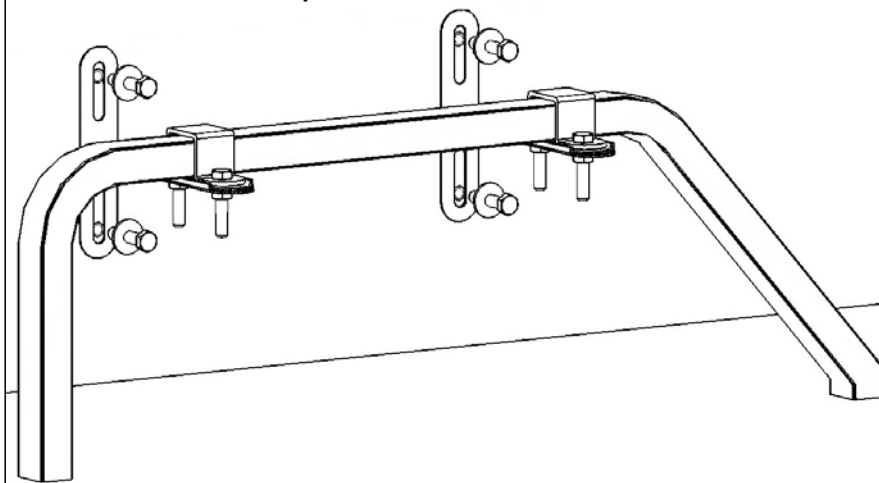

Рисунок 5
5. Закрепить подлокотники 2 и 3 на основании 1 с помощью болтов М8х40 (Б), предварительно установив шайбы 8 (Г). Кронштейн должен свободно перемещаться под болтами для последующей регулировки положения подлокотников (Рисунок 5);